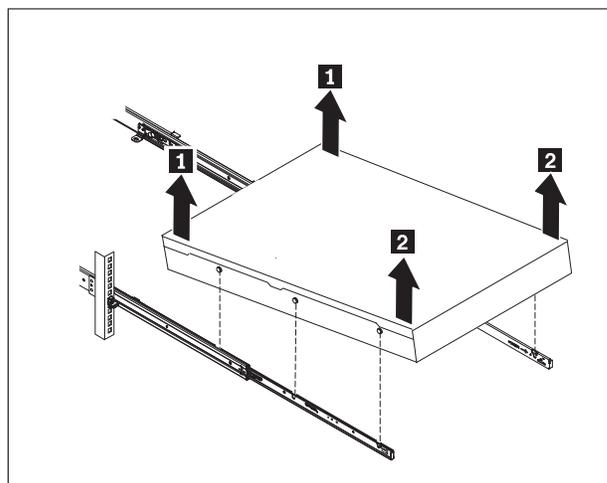

図 21. アプライアンスを持ち上げてスライド・レールから外す
2. 61 ページの図 21 に示すように、スライド・レールからアプライアンスを持ち上げて外します。